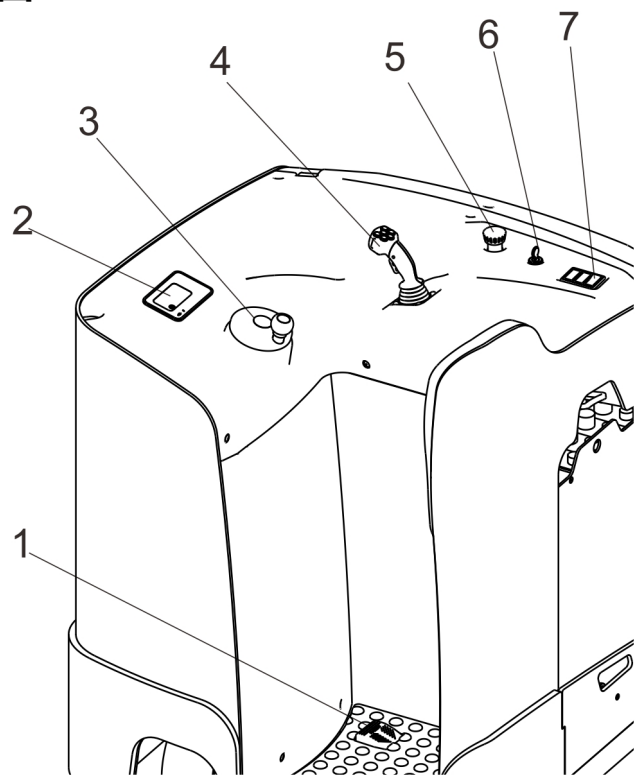
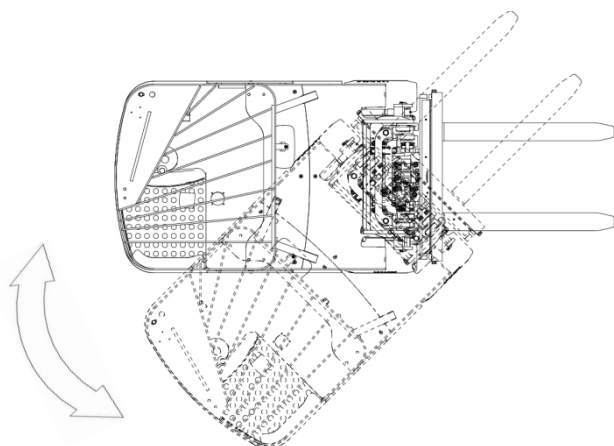

图 7-1 操作控制台
图 8-3 转弯轨迹示意图
- 小心的将急停开关（图 7-1 中 5）拔起；
- 开始操作时插入钥匙开关（图 7-1 中 6）， 将其旋转至打开位置；
- 车辆运行前须持续踩下脚踏开关（图 7-1 中 1）， 才可正常操作车辆。
— 车辆内置电子转向系统，通过方向盘（图 7-1 中 3）控制车辆转向（图 8-3）；